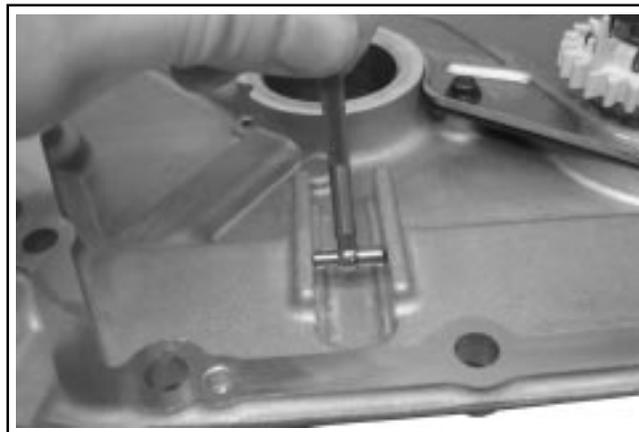

Figure 9-7. Mesure de la largeur du canal de guidage de la plaque de fermeture.
2. Utiliser un micromètre d'intérieur, un calibre télescopique ou un calibre spécial et mesurer la largeur du canal de guidage de la plaque de fermeture. Voir la Figure 9-7. Noter les valeurs mesurées.